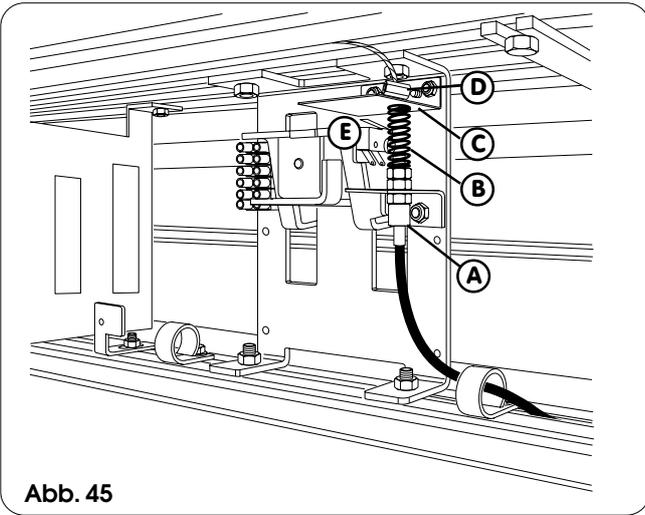

Abb. 45
- Das ummantelte Kabel in der Führung des Profils der unteren Abdeckung verlegen und den Mantel (nicht den Stahldraht) in einer Länge abschneiden, die für das Erreichen der Verriegelung (Abb. 45) ausreichend ist, ohne daß die Ausführung enger Schlingen erforderlich ist.
- Den Stahldraht in das Register der Verriegelung einführen, das auf den Mindestwert reguliert ist (Bez. A Abb. 45), und über die Feder (Bez. B Abb. 45) aus der Öffnung auf dem Winkelstück (Bez. C Abb. 45) heraus führen.
- Den Stahldraht ausreichend spannen und die Klemme anlegen (Bez. D Abb. 45). Dabei sollte darauf geachtet werden, daß das Winkelstück in der Ruheposition den Mikroschalter (Bez. E Abb. 45) nicht auslöst.
- Überprüfen, ob durch Zug am Freigabegriff das Winkelstück die Verriegelung löst und auf den Hebel des Mikroschalters drückt, bis dieser aktiviert wird. Eventuelle auf dem Register die erforderlichen Einstellungen vornehmen (Bez. A Abb. 45).